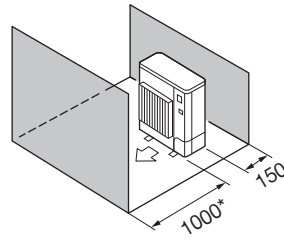

Fig. 2-10
- ⑤ มีลิ่งกีดขวางที่ด้านหน้าและด้านหลังเท่านั้น (Fig. 2-10)